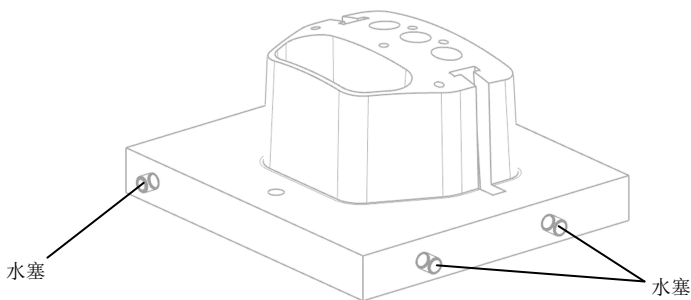

图 16-69 创建水塞
(10) 选取型芯侧面为水塞放置面，单击“确定”按钮，选择水路的圆心为水塞的位置，创建水塞，如图 16-69 所示。